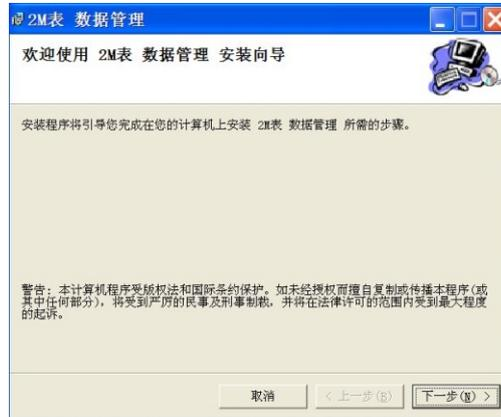

图1 上位机软件安装界面
在光盘根目录下寻找到名为setup.exe的文件，双击运行这个文件启动安装程序，屏幕显示安装初始界面，如图1：
2、在图1 中点击『下一步』进入安装目录选择界面，如图2:
2Mbit/s非成帧中断业务测试主要应用于设备研发生产、工程施工、工程网络的验收及日常维护，可准确地测试出被测系统的误码特性。2Mbit/s接口的测试可采用环测和对测的方法，其仪表测试连接如图1所示